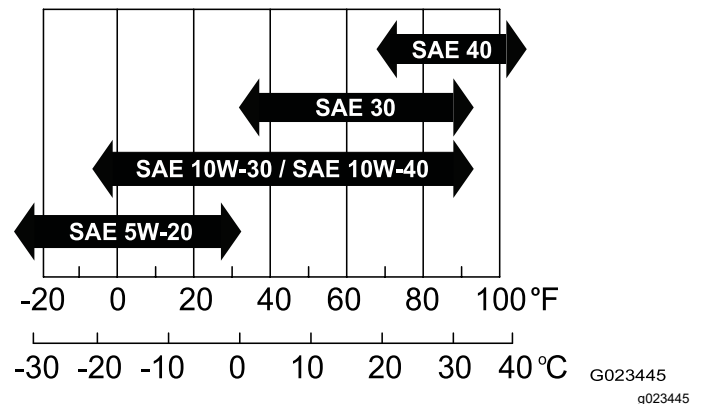

Bild 32
- **Viskosität:** SAE 30. In der folgenden Tabelle finden Sie andere Viskositäten (Bild 32):